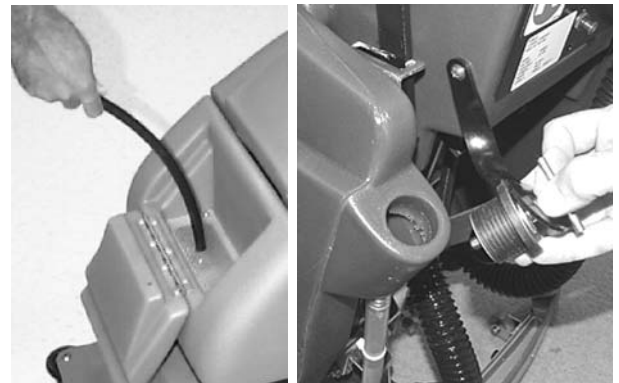

FIG. 9
- Ouvrez la porte de remplissage située à l'avant de la machine et remplissez le réservoir de solution avec 37,8 litres (10 gal) d'eau (température maximale de 60°C) (140°F). Vous pouvez également utiliser le trou de remplissage qui se trouve à l'arrière de la machine pour remplir le réservoir de solution. Le bac transparent situé à l'arrière de la machine indique la quantité 19L (5 gal) d'eau versée dans le réservoir (Figure 9).